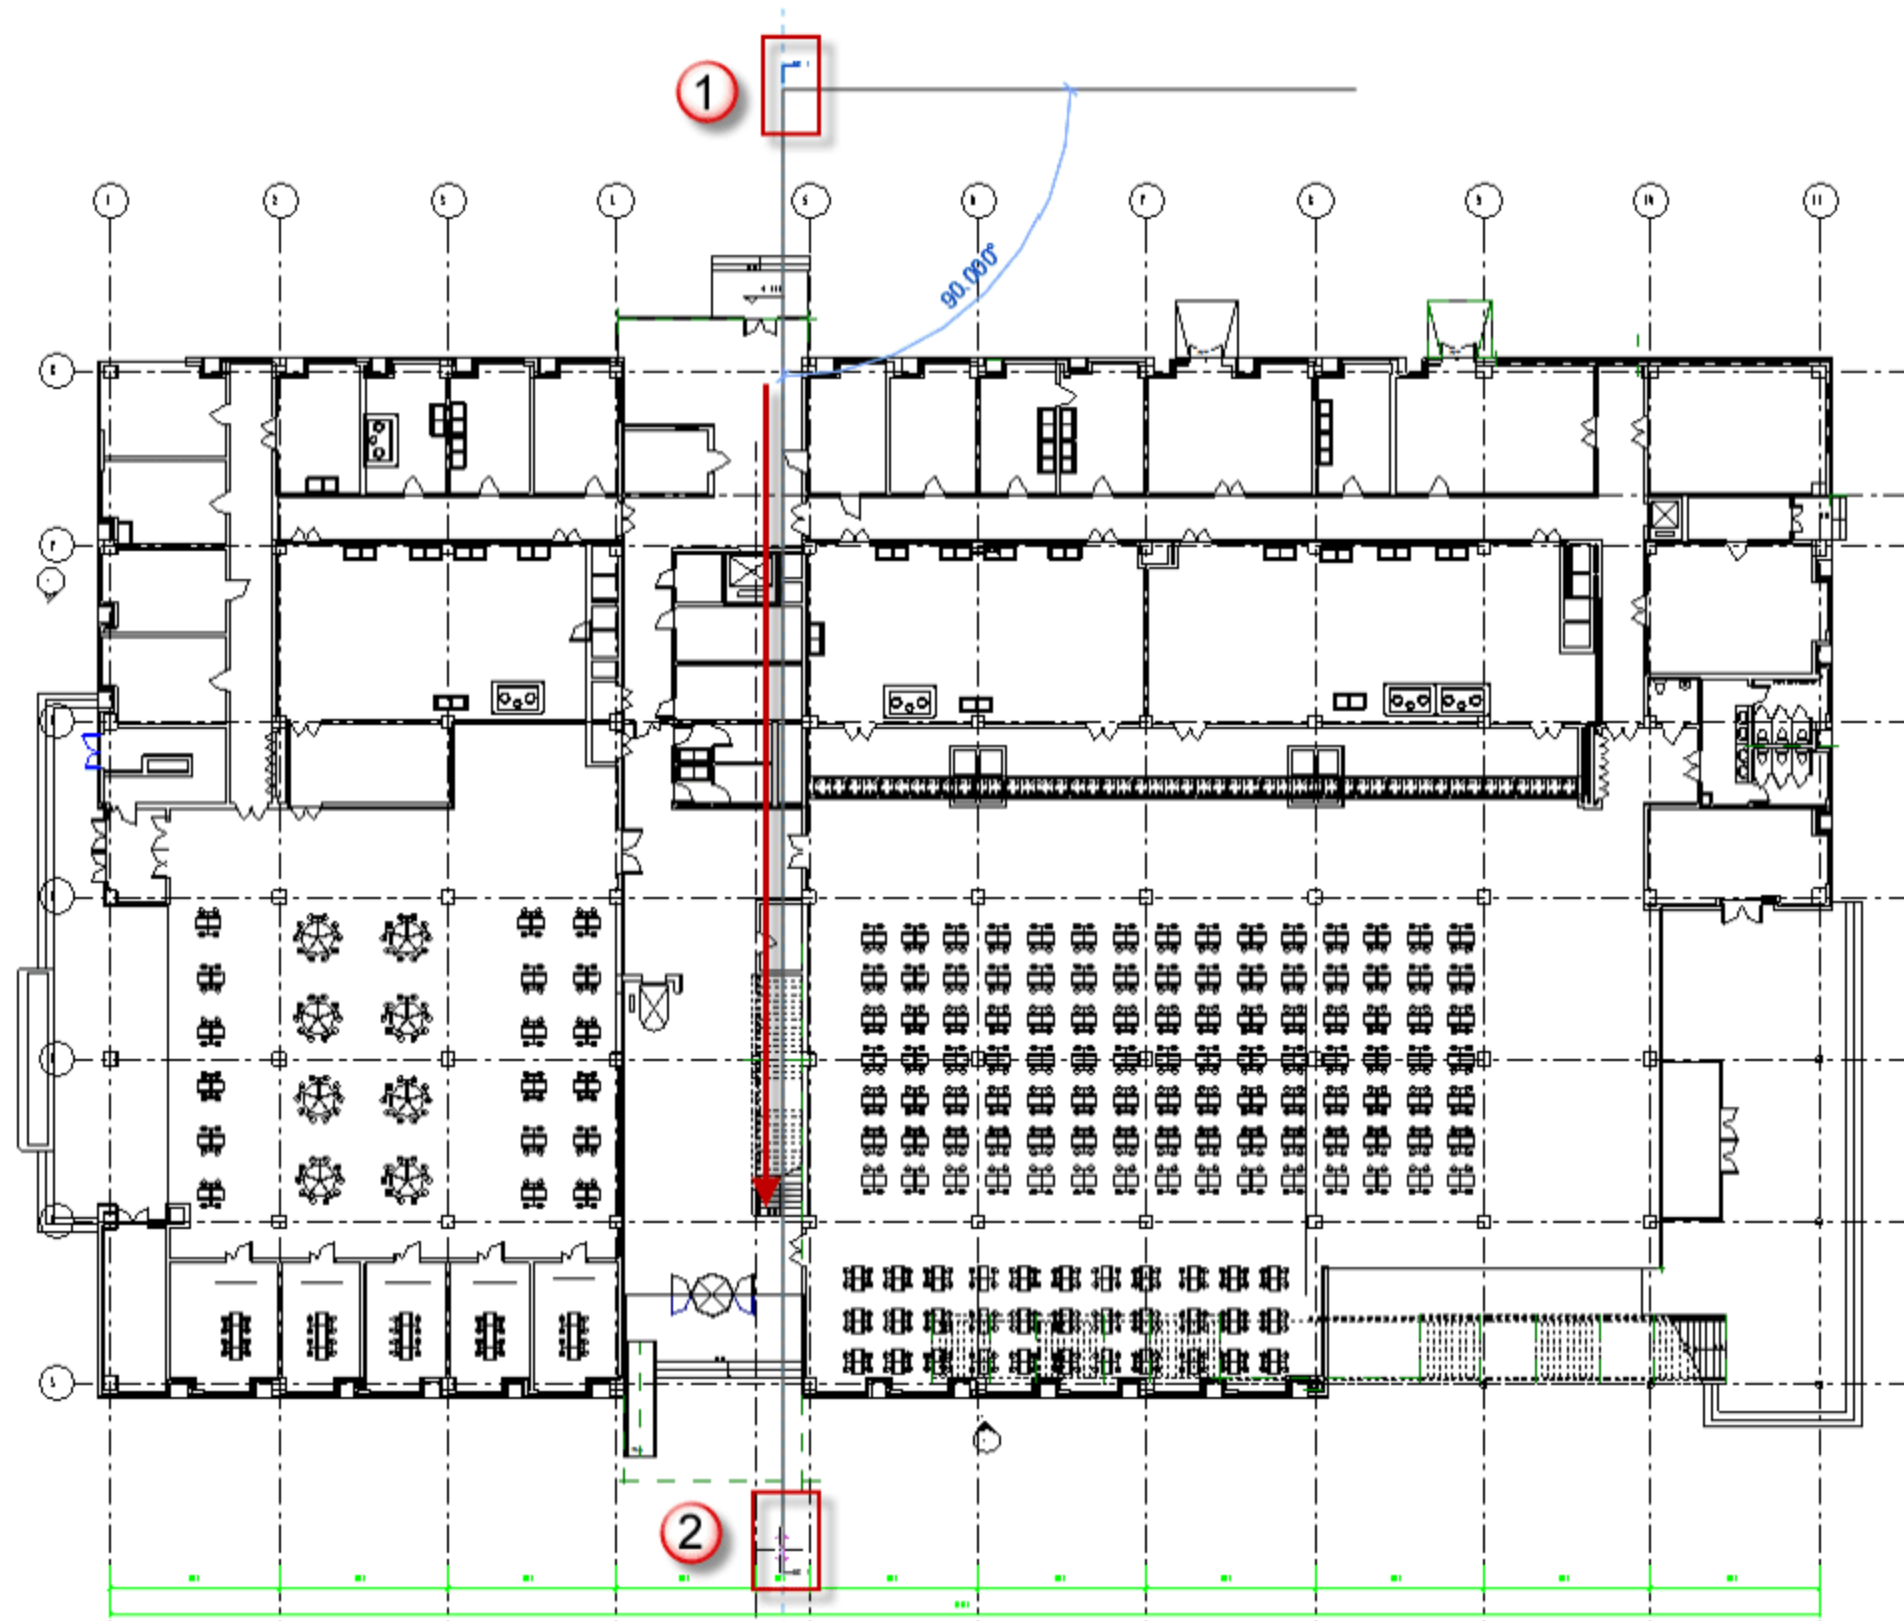

图 13.1.22 绘制剖切符号
(1) 绘制剖切符号。切换到一层平面图，选择“视图”→“剖面”命令，在一层平面图中绘制一个纵向的剖切符号，如图 13.1.22 所示。